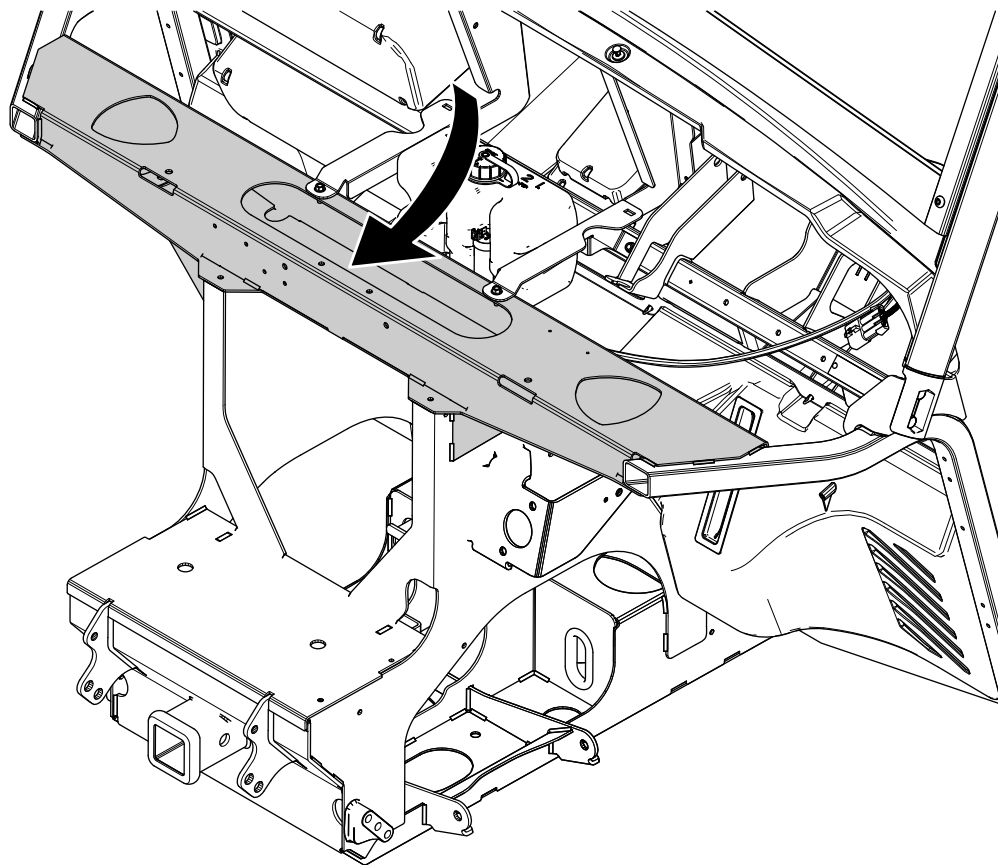

Figure 15
10. Branchez le connecteur du faisceau de la machine étiqueté WASHER PUMP sur le réservoir de lave-glace. Vous trouverez le connecteur du faisceau sous la tourelle d'amortisseur avant du cadre (Figure 15).